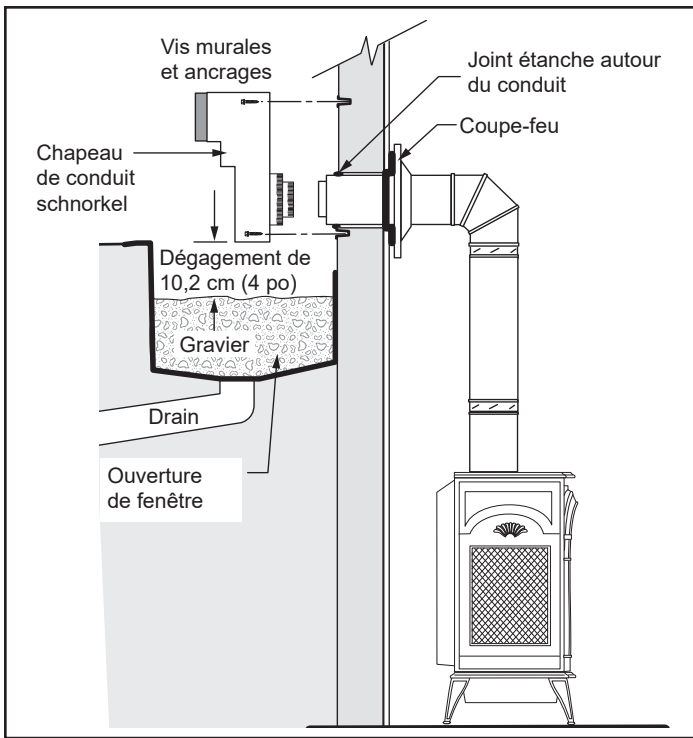

Figure 3.16 - Installation de l'ensemble schnorkel.
- Creusez le sol jusqu'à une profondeur d'environ 406 mm (16 po) sous la base du schnorkel. Installez un encadrement de soupirail (non compris). Remplissez ensuite le trou d'une couche de 305 mm (12 po) de gravier grossier en prenant soin de prévoir un dégagement d'au moins 102 mm (4 po) sous le schnorkel (figure 3.16).